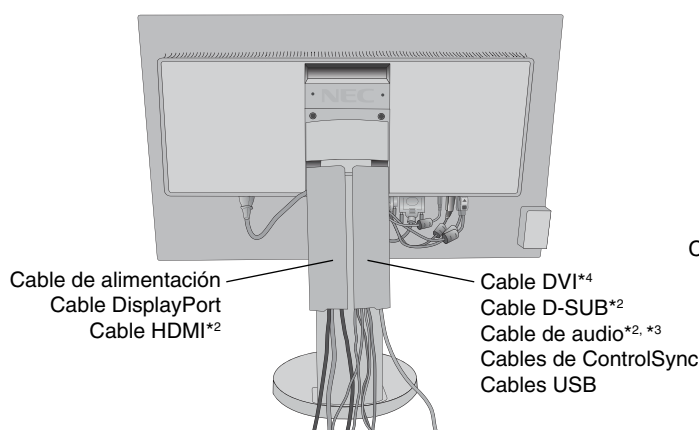
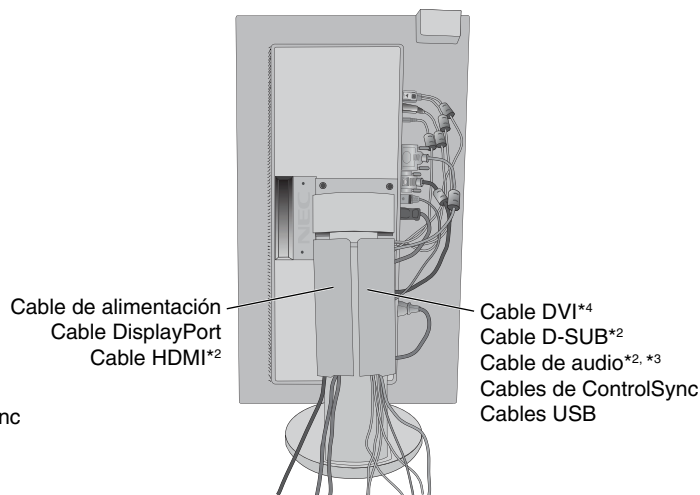

Figura C.2
Figura C.3
- Para mantener los cables bien ordenados, colóquelos en el sistema de conducto para cables incorporado en el soporte. Distribuya uniformemente los cables y sujételos en los corchetes (**figura C.2** y **figura C.3**).